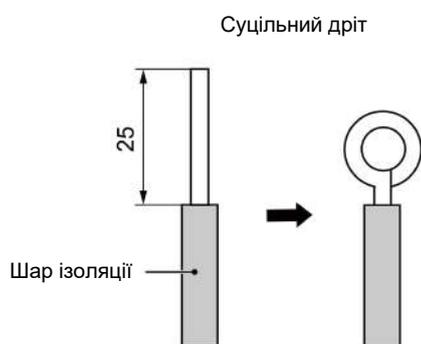

Рис.4.18
(1) Підключення суцільного дроту (як показано на рис.4.18)